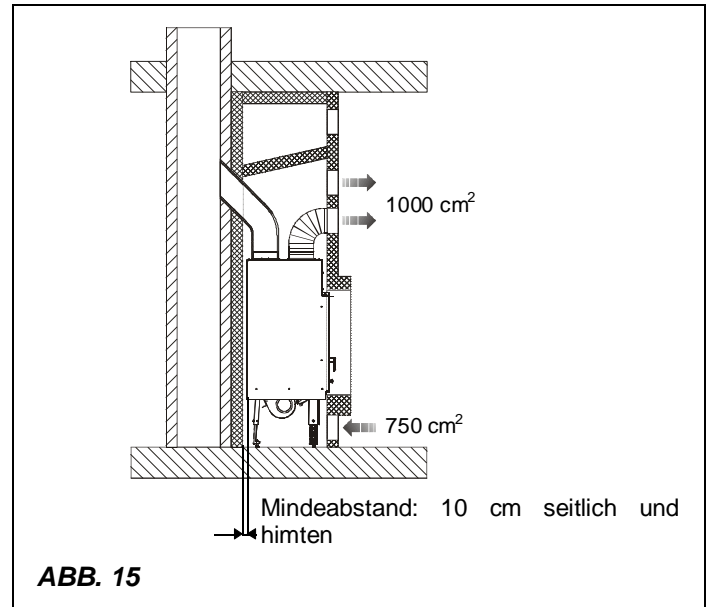

ABB. 15
- Sollte die Luftzufuhr durch mit dem Außen in Verbindung stehende Öffnungen erfolgen, die sich in naheliegenden Räumen befinden, sind Lufteinlässe in Verbindung mit Garagen, Küchen, Badezimmern, thermischen Stationen zu vermeiden. (siehe ABB. 15).